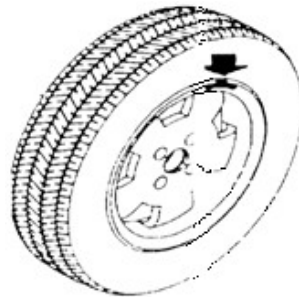

Bild 10-9
10.2.4 Roterar hjulet långsamt tills indikatorerna för utsidans obalansläge tänds (Bild 5-1(9)). Fäst en klämvikt av lämplig storlek i läge "klockan 12" utanför fälgan (Bild 10-9)